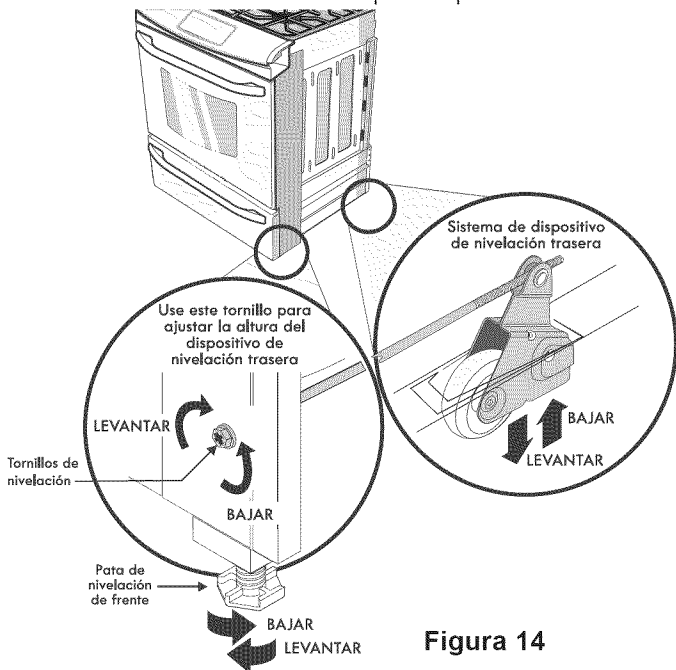

Figura 14
2. Baje el aparato, las patas de nivelación alternadamente, hasta que la parte baja de la superficie de cocción repose sobre el mostrador (figura 14).